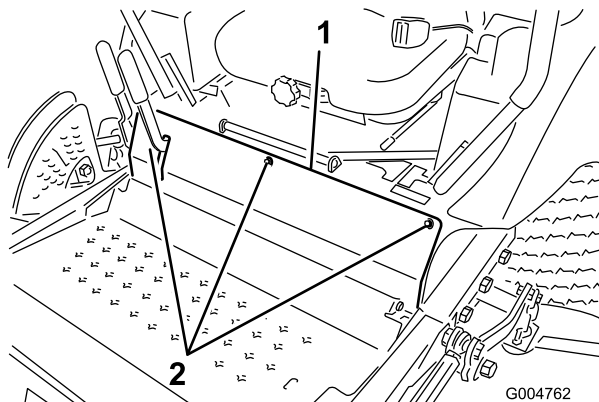

図 56
2. 前パネルを止めているボルトを外して前パネルを外す(図 56)。